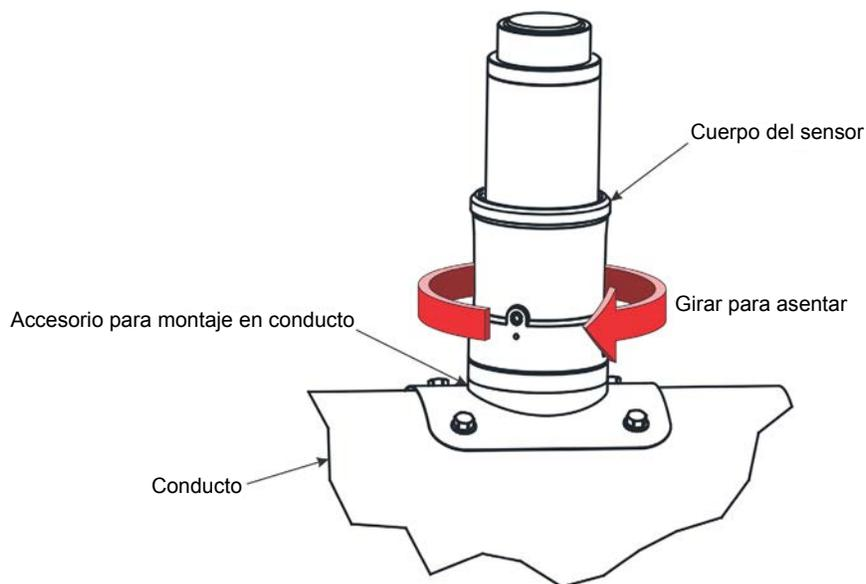

Figura 4-13: Colocación del sensor Meridian en el accesorio de montaje en conducto
6. A continuación, alinee los pasadores en el cuerpo del sensor con la ranura del cuerpo del accesorio de montaje en conducto y gire en sentido horario hasta asentarlo. Consulte la Figura 4-13: Colocación del sensor Meridian en el accesorio de montaje en conducto para conocer más detalles.